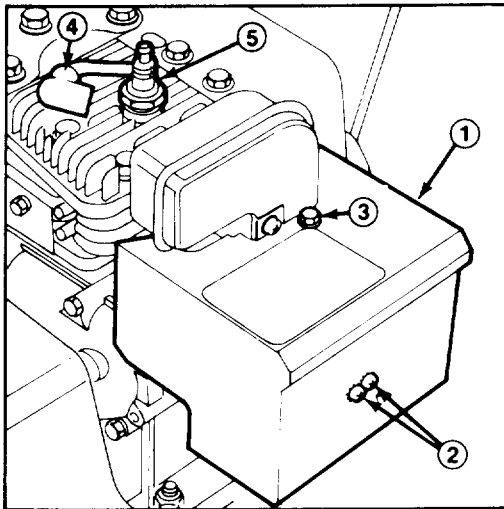

Figure 15
Remarque: Modèle 521 seulement) Pour mettre le moteur en marche à 4°C (40°F) ou à des températures plus élevées, enlevez la boîte de chauffage du carburateur (Fig. 15). Il faut toutefois remettre la boîte de chauffage à des températures inférieures à 4°C ou 40°F. Pour enlever la boîte de chauffage du carburateur, procédez comme suit:
- A. Enlevez les vis Phillips et la vis à tête hexagonale qui maintiennent la boîte de chauffage en place. Tirez sur le bouton de l'étrangleur pour l'enlever de la tige (Fig. 15).
1. Poussez le fil de haute tension sur la bougie d'allumage (Fig. 15).
Pour éviter la mise en marche accidentelle du moteur pendant les travaux d'entretien, mettez la clé d'allumage en position d'arrêt et retirez-la du contact. Enlevez ensuite le fil de haute tension de la bougie (Fig. 15) et assurez-vous que le fil ne puisse accidentellement toucher la bougie.